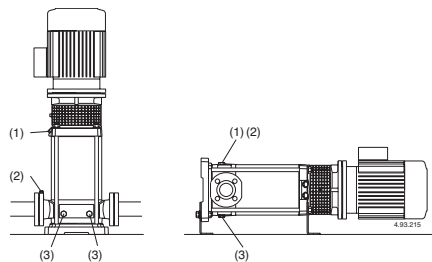

Рис. 4
При положении **насоса выше уровня перекачиваемой жидкости** (работа в режиме всасывания, рис. 3А) или при недостаточной высоте напора (менее 1 м) для открытия обратного клапана наполните всасывающую трубу и насос через соответствующее отверстие (1) (рис. 4).
Во время наполнения винт со штифтом (14.17) в сливной пробке (14.12) должен быть откручен, чтобы имелось соединение между камерой подающей части и камерой всасывающей части (рис. 4а).
Рис. 4а Наполнение: внутренний проход открыт
Рис. 4б При работе: внутренний проход открыт
При работе под гидравлическим напором (рис. 3В) наполняйте насос, медленно открывая задвижку на всасывающей трубе до полного раскрытия; при этом, задвижка в подающей трубе и отдушины (1) и (2) должны быть полностью открыты (рис. 4), чтобы выпустить воздух.
Закрыть отдушины (1) и (2) (рис. 4).
Затяните игольчатый винт (14.17) в сливной заглушке (14.12) (рис. 4б) и закройте отверстие для выпуска воздуха (14.04).
Если заливка прерывается (непостоянный поток на подаче при открытых задвижках) или если давление на манометре колеблется, проведите повторный выпуск воздуха на всасывании (2), проверить герметичность всех соединений всасывающей трубы и крепко затянуть выпускную заглушку (2) и сливные заглушки (3) со стороны всасывания (рис. 4).
По возможности, как в случае временной работы с грязными жидкостями, прокачайте через насос немного чистой воды для удаления осадков. Либо, после слива воды, промыть насос, залив не менее 40 л чистой воды в заливное отверстие (1) со стороны подачи и дав ей выйти через сливное отверстие (3) со стороны всасывания (рис. 4).
Перед разборкой насоса закройте задвижки на всасывании и подаче и слейте жидкость из корпуса насоса (рис. 4).
4. отсоединить провод от зажимной коробки, открутить винты (70.18) с гайками (70.19) и извлечь двигатель из соединения (64.22) – рис. 4 а;
5. снять винты (61.07) и снять втулку (32.00) с подшипником (66.00) и соединением (64.22) с верхней крышки (34.02) и вала (64.00) – рис. 4б;